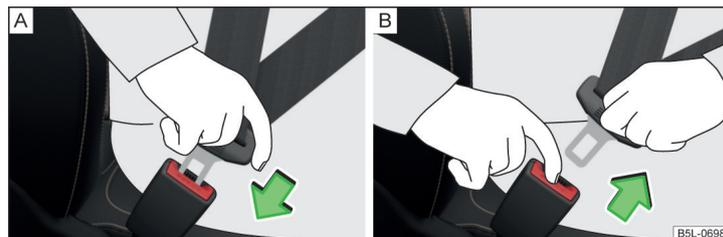

Fig. 7 Bouclage/débouclage des ceintures de sécurité
- Engagez la languette dans la boucle du siège correspondant » fig. 7 – [A] jusqu'à ce qu'elle s'enclenche de façon audible.
- Appuyez sur la touche rouge de la boucle » fig. 7 – [B], la languette est éjectée.